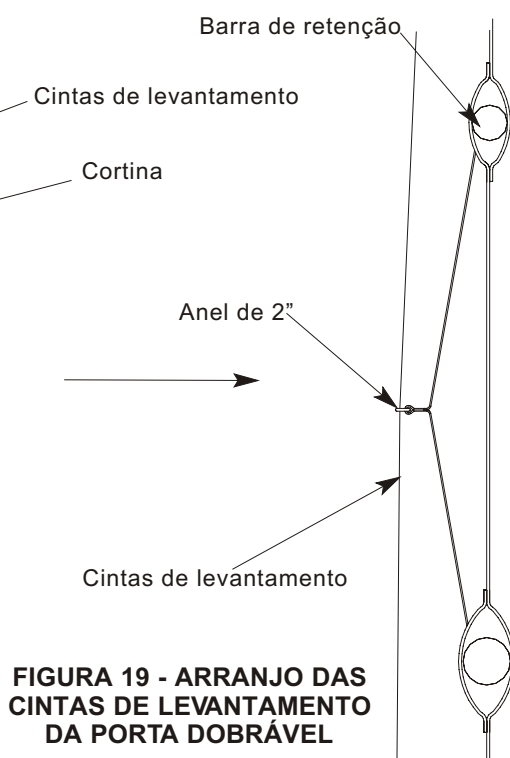

**FIGURA 20 - PORTA DOBRÁVEL**
6. Una as placas de pressão à cinta, até acima barra estabilizadora inferior, tal que a curva arredondada e a cabeça do parafuso fiquem voltadas para a cortina, **figura 20**.